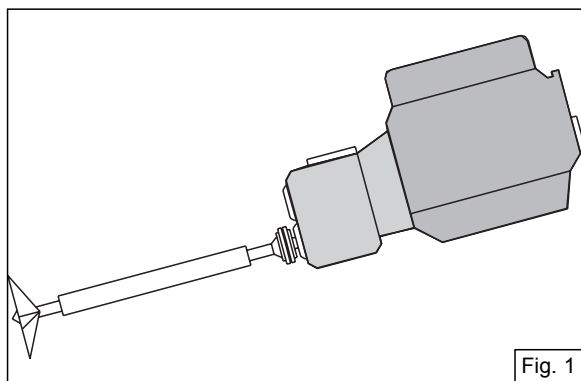

Fig. 1
Per l'inserimento di questo sistema è sufficiente asportare il coperchio di ispezione sulla parte superiore della carcassa invertitore ed avvitare le viti [1] (Fig. 1) sull'estremità della campana frizione fino a mettere in compressione fra loro i dischi. L'operazione è da eseguire solo sull'albero frizione equirrotante o controrotante (il comando del distributore deve essere posizionato in folle). Dopo aver eliminato l'avaria, prima di avviare l'invertitore svitare completamente le viti (1) e bloccarle in posizione con Loctite 243.
Pour insérer ce système, il suffit d'ôter le couvercle de contrôle de la partie supérieure de la carcasse de l'inverseur et de visser les vis [1] (Fig. 1) sur l'extrémité de la cloche de l'embrayage, de façon à ce que les disques se mettent en compression entre eux. L'opération ne doit être effectuée que sur l'arbre tournant dans le même sens ou sur l'arbre contrarotatif (la commande du distributeur doit être mise au point mort). La panne ayant été éliminée, dévisser complètement les vis (1) et les bloquer avec de la Loctite 243 avant de mettre l'inverseur en marche.
Para activar este sistema hay que quitar la tapa de inspección situada en la parte superior de la carcasa del inversor y atornillar los tornillos [1] (Fig. 1) situados en el extremo de la campana del embrague hasta que los discos se compriman entre ellos. Esta operación debe realizarse sólo en el eje del embrague equirrotante o contrarrotante (el mando del distribuidor debe estar en punto muerto). Después de haber reparado la avería, destornillar a tope los tornillos (1) y bloquearlos con Loctite 243 antes de poner en marcha el inversor.
Um dieses System zu aktivieren, genügt es, den Schaulochdeckel an der Oberseite des Getriebegehäuses abzunehmen und die Schrauben [1] (Abb. 1) am Ende der Kupplungsglocke einzuschrauben, bis die Scheiben zusammengedrückt werden. Der Vorgang ist nur an der gleichlaufenden bzw. gegenlaufenden Kupplungswelle durchzuführen (der Schalthebel des Verteilers muss auf Leerlauf stehen). Nachdem die Betriebsstörung beseitigt wurde, müssen vor Ingangsetzung des Getriebes die Schrauben (1) ganz gelöst, und mit Loctite 243 blockiert werden.